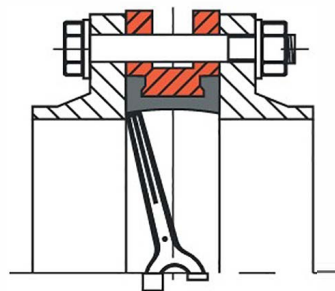

Рис. 1 (неправильно)
1) Использование фланцев с внутренним диаметром меньше номинального диаметра заслонки может привести к блокировке диска, что в свою очередь вызовет серьезное повреждение диска поворотного затвора (рис. 1).